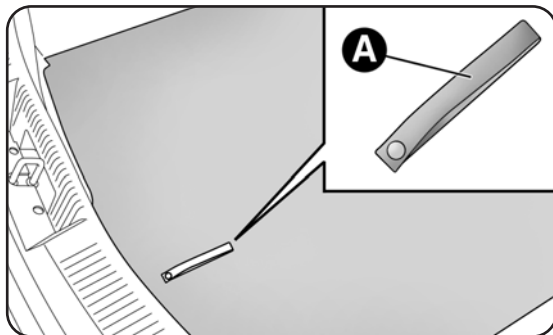

fig. 2
- ouvrir le coffre, tirer la languette A-fig. 2 et soulever vers le haut le tapis de revêtement;